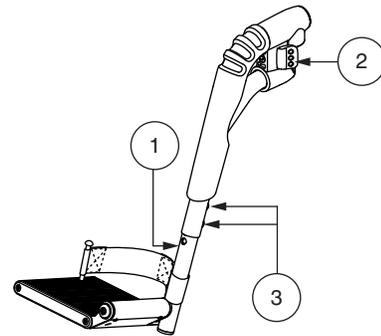

Figura 14. Pedana swing-away
Le pedane swing-away (SFR) consentono di ruotare le pedane lateralmente prima di salire o scendere dalla carrozzina elettrica. **Vedere figura 14.**
1. Una volta seduti, inserire la linguetta metallica su un lato della cintura nell'alloggiamento in plastica sul lato opposto fino a sentire un clic. Vedere figura 14.